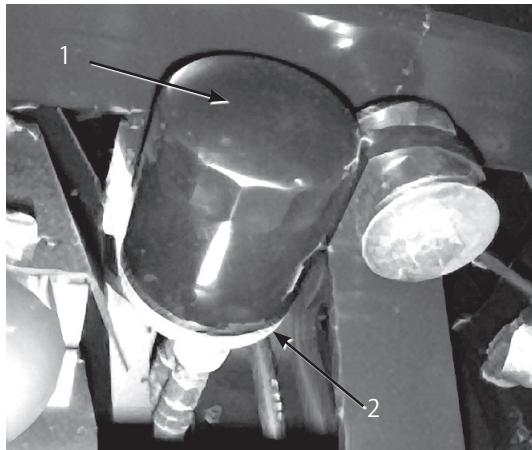

図36
2. 古いフィルタを外す（図36）。
3. フィルタ・アダプタのガスケットの表面をきれいに拭く（図36）。
4. 新しいフィルタのガスケットにオイルを薄く塗る（図36）。
5. アダプタに新しいフィルタを取り付ける。ガスケットがアダプタに当たるまで手でねじ込み、そこから更に1/2回転増し締める（図36）。